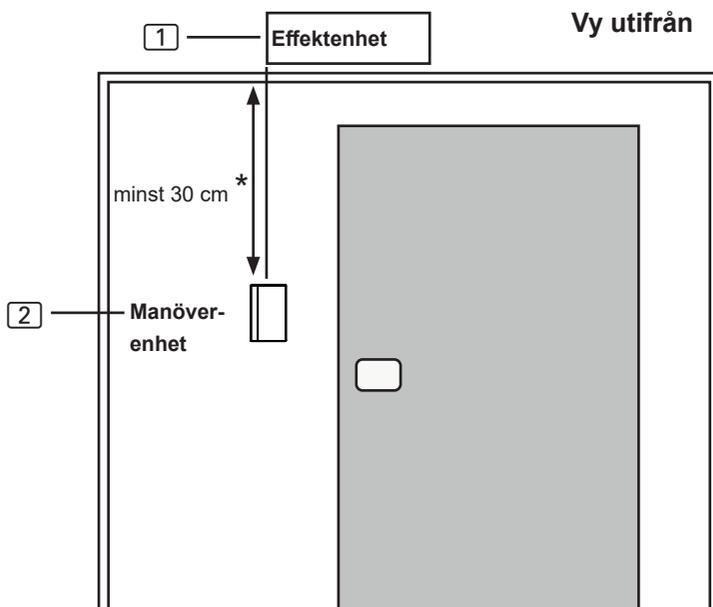

Bild4 Position manöverenhet
Manöverenheten **2** monteras på bastuväggen, vid ett avstånd på max. 10 meter till effektenheten **1** (se **Bild4**).
* Vid montering inuti bastun måste det vara ett avstånd på minst 30 cm till bastuns tak (se **Bild4**).